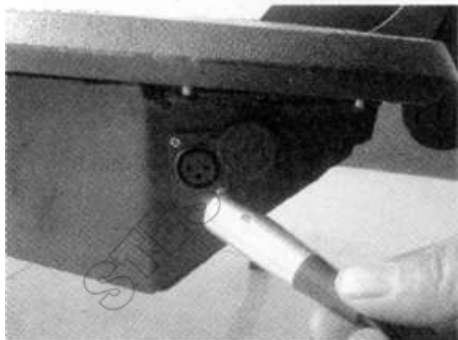

РИС.13
3. Достаньте зарядное устройство аккумулятора (РИС.14). Вставьте трехштырьковый штекер зарядного устройства в зарядный разъем скутера (РИС.13).